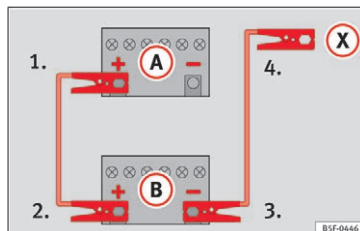

Fig. 77 Tilslutningsdiagram for biler uden start-stop-system
2. Sæt den ene ende af det røde startkabel på pluspolen (+) i bilen med det afladede batteri (A) » » » Fig. 77.
3. Sæt den anden ende af det røde startkabel på pluspolen (+) i den bil, der skal give strøm (B).
4. I biler uden start-stop-system: Sæt den ene ende af det sorte startkabel på stelpunktet (-) på den bil (B) » » » Fig. 77, der skal give strøm.